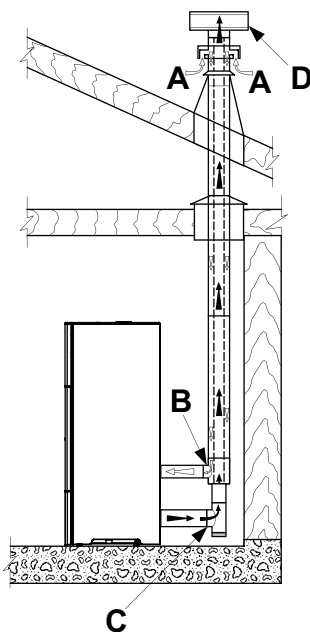

Fig. 5.5
- de verbrandingslucht te kanaliseren via een coaxiale buis voor de afvoer van de rookgassen en de opname van de lucht; het is bijgevolg niet nodig een traditionele luchtinlaat te maken in het vertrek (Afb. 5.5 A,B=Luchtinlaat C,D=Rookgasuitlaat);
Voor de installatie van een pelletkachel uit de serie "Hermetisch" is het mogelijk een specifieke coaxiale buis te gebruiken om zowel de rookgassen af te voeren als de verbrandingslucht van buitenaf te kanaliseren (Afb. 5.5 A,B=Luchtinlaat C,D=Rookgasuitlaat).